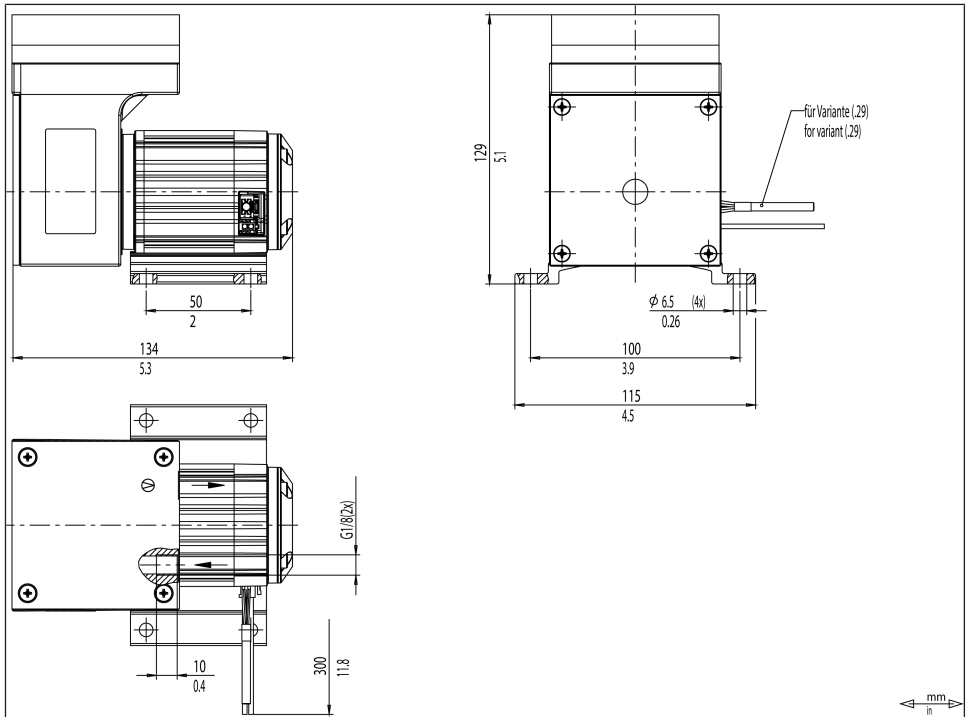

Abb.4: Befestigungsmaße N938_DC-B
-N938ANDC-B	Siehe Abb. 4, Kapitel 6.1 Pumpe montieren [▶ 21]